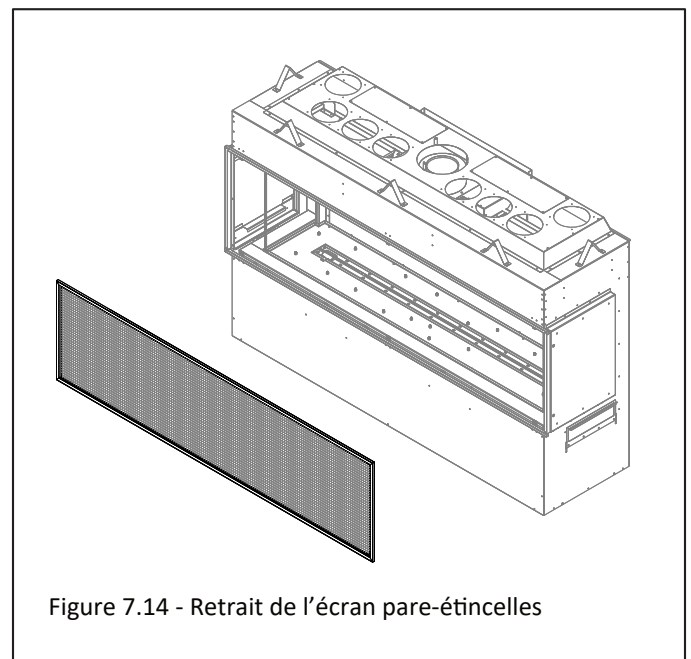

Figure 7.14 - Retrait de l'écran pare-étincelles
2. Retirez l'écran pare-étincelles, le plateau à braises périphérique, la vitre de façade du foyer et les braises décoratives. Il peut être utile de retirer les fixations inférieures de la vitre pour faciliter l'accès. Figures 7.14, 7.15 et 7.16.